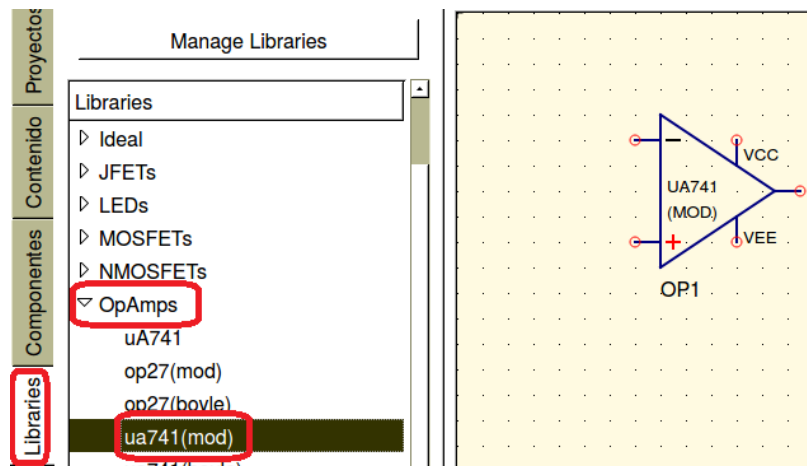

Figura 4. Ingresar modelo de uA741.
2. Ubique en el panel de la izquierda la pestaña **Libraries**, busque la de **OpAmps** y seleccione **uA741(mod)** (ver Figura 4). De un clic en el esquemático para fijarlo, observe que puede seguir insertando más elementos de este tipo, presione la tecla **ESC** para dejar de seleccionar este elemento.